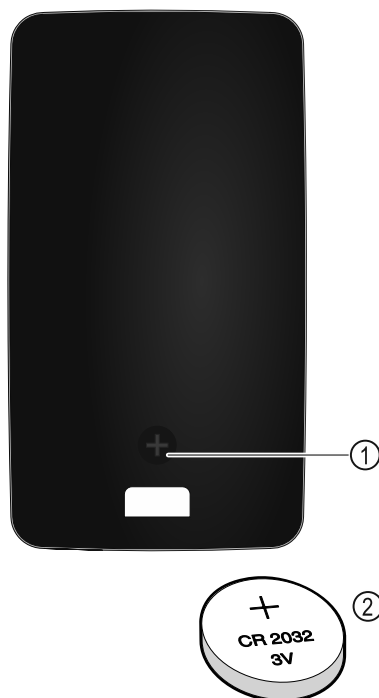

Fig. 255
L'alimentation électrique de la télécommande est assurée par une pile de type CR 2032 de 3 V Fig. 255 (2), disponible auprès des commerçants spécialisés.
- ▶ Dévisser la vis Fig. 255 (1) au dos de la télécommande.